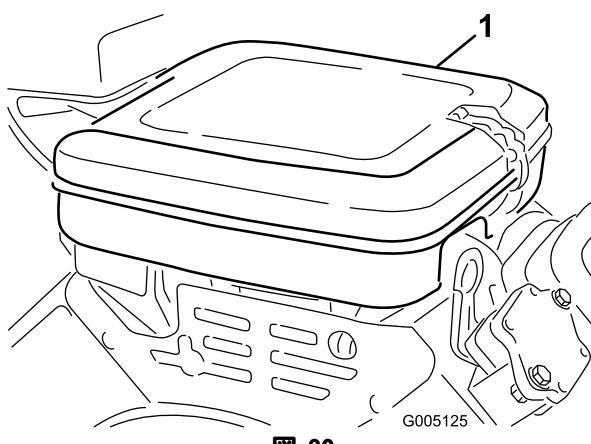

図 32
- ロック用クリップを取り、エアクリーナ・カバー（図 32）を外す。カバーを丁寧に清掃する。